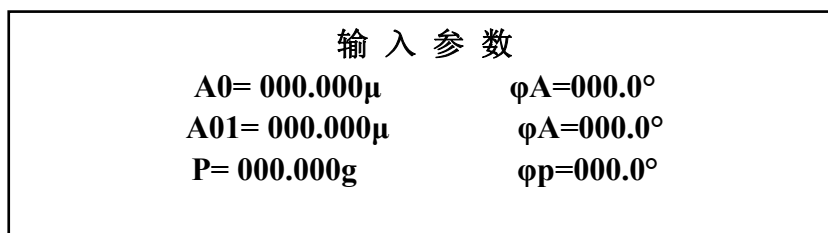
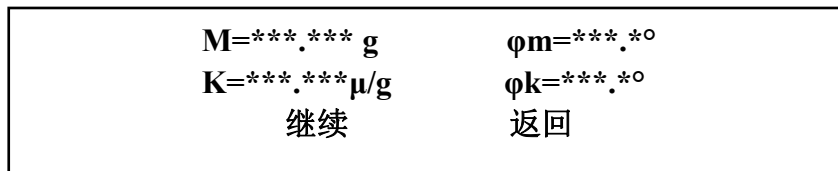

图 4-39
图 4-41
按|执行|键，屏幕进入输入参数菜单，如图 4-39。
(3) 根据平衡工艺选择“移试重”或“不移试重”，按|执行|键，屏幕显示如图 4-41。
(4) 如果对图 4-41 中的 M 及 φm 值有疑义，可以选择<继续>，按|回车|键，则屏幕返回输入参数画面（图 4-39）以便输入参数重新计算。
如果确信图 4-41 中的计算结果正确，则可以按此结果加配重。并选择<返回>，按|执行|键，屏幕返回预置转速画面。动平衡过程结束。
(3) 如果对图 4-41 中的 M 及 ϕ_m 值有疑义, 可以选择<继续>, 按|回车|键, 则屏幕返回输入参数画面(图 4-39)以便输入参数重新计算。
如果确信图 4-41 中的计算结果正确, 则可以按此结果加配重。并选择<返回>, 按|回车|键, 屏幕返回预置转速画面。动平衡过程结束。